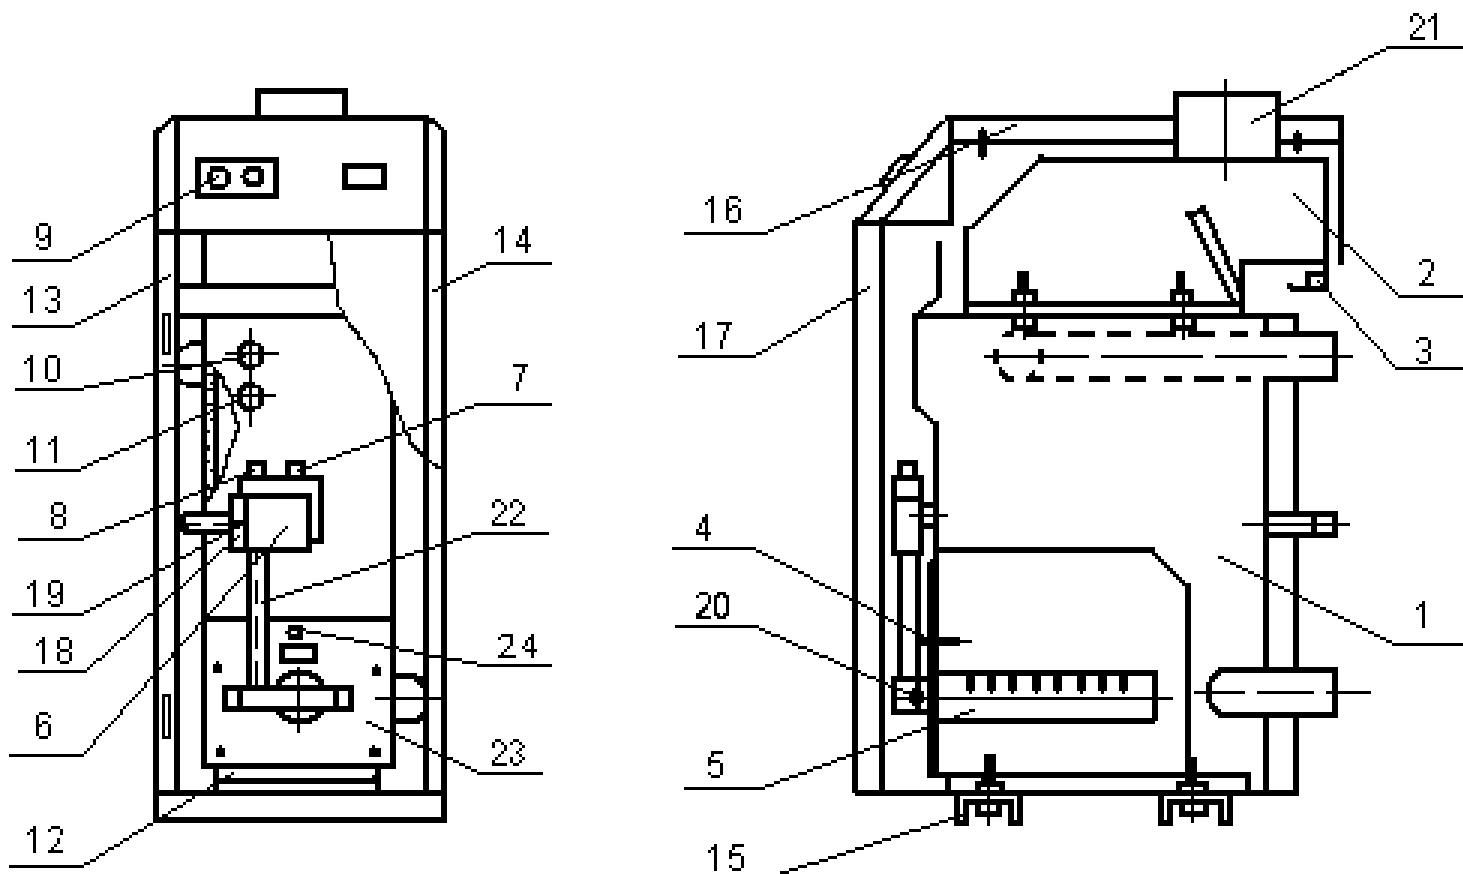

Рисунок 1. Котел опалювальний
6.2.7 Перевірити тиск газу на вході у газовий клапан через штуцер (поз.19 рис.1) за допомогою манометра. Тиск газу повинен бути не більше 1600 Па (160 мм.вод.ст.) та не менше 640 Па (64 мм.вод.ст.).
- відкрити дверцята котла поз. 17(рис. 1);